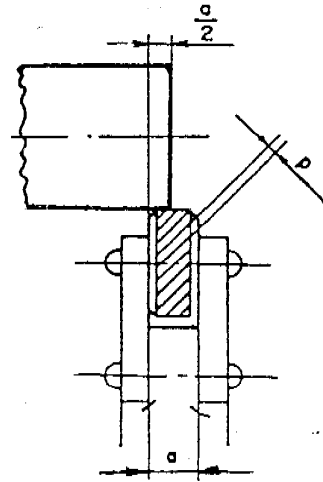

Figura 7
- Aplique fuertemente el moleteador contra la pieza sobre la mitad del ancho de las moletas ( Figura 7 ).